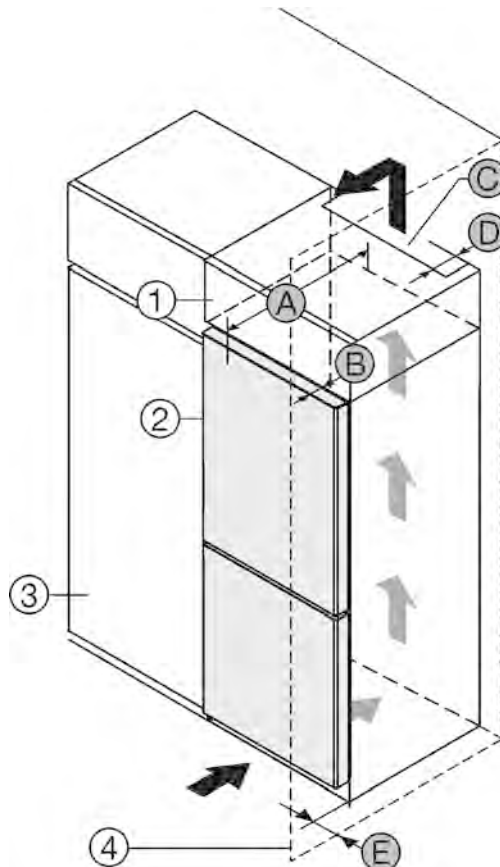

Fig. 1
Установите устройство непосредственно рядом с кухонным шкафом Fig. 1 (3).\*
На задней стенке дополнительного шкафчика должен быть вентиляционный канал с глубиной Fig. 1 (D) по всей ширине этого шкафа.
Нужно соблюдать вентиляционное отверстие Fig. 1 (C) под нижней панелью.
Если устройство установлено на шарнирах у стены Fig. 1 (4), то расстояние между устройством и стеной должно быть не менее 13мм.
Если устройство установлено на шарнирах у стены Fig. 1 (4), то расстояние между устройством и стеной должно быть не менее 20мм.
Чтобы можно было полностью открыть двери, устройство должно выступать на глубину двери Fig. 1 (B) относительно передней стенки кухонного шкафа. В зависимости от глубины кухонных шкафов Fig. 1 (3) и использования пристенных распорок устройство может выступать и больше.\*